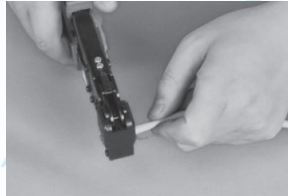

图4-50 压接
12) 压接。把水晶头放入压线钳用力一次压接完成,如图4-50所示。